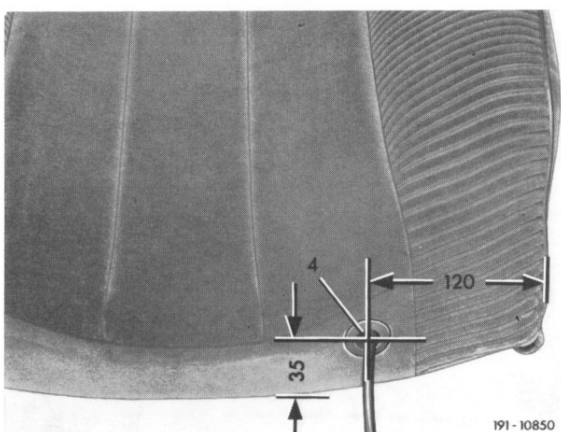

Bild 4
12 Bezüge teilweise an den Lehnen montieren. Anschließend Löcher für die Ösen (4) nach Bild 4 anzeichnen und mit einem Locheisen von 18 mm Durchmesser in die Bezüge schlagen.